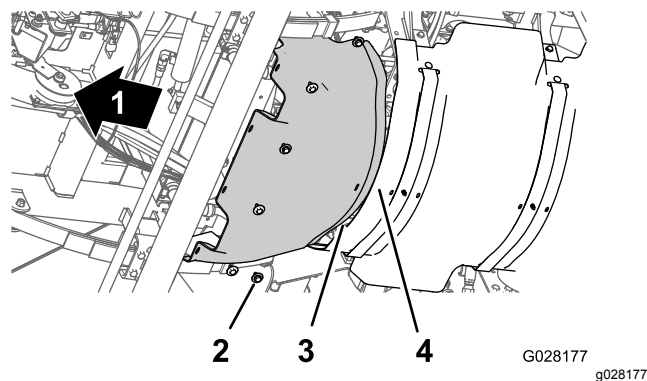

Figura 49
2. Alinee los taladros del protector térmico delantero con los taladros roscados del chasis (Figura 49).
3. Monte el protector térmico delantero en la máquina con los seis pernos de cabeza hexagonal y las seis arandelas (Figura 49) que retiró en el paso 4 de Retirada del protector térmico delantero \(página 46\).
1. Alinee la brida trasera del protector térmico delantero sobre la brida delantera del protector térmico trasero (Figura 49).